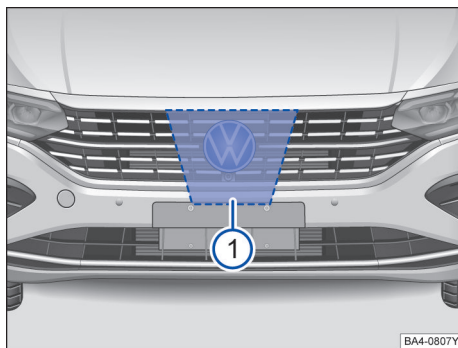

图 126 VW 标志后方的散热器格栅内：雷达传感器
①
为探测交通情况，VW 标志后方的散热器格栅内安装有一个雷达传感器→图 126 ①。因此可识别最远约 100 m 的前车。
雷达传感器前方和四周的区域→图 126 不得被贴签、附加大灯、牌照装饰框或其他类似物体遮盖，因为这样做可能会影响车前测距监控系统的功能。